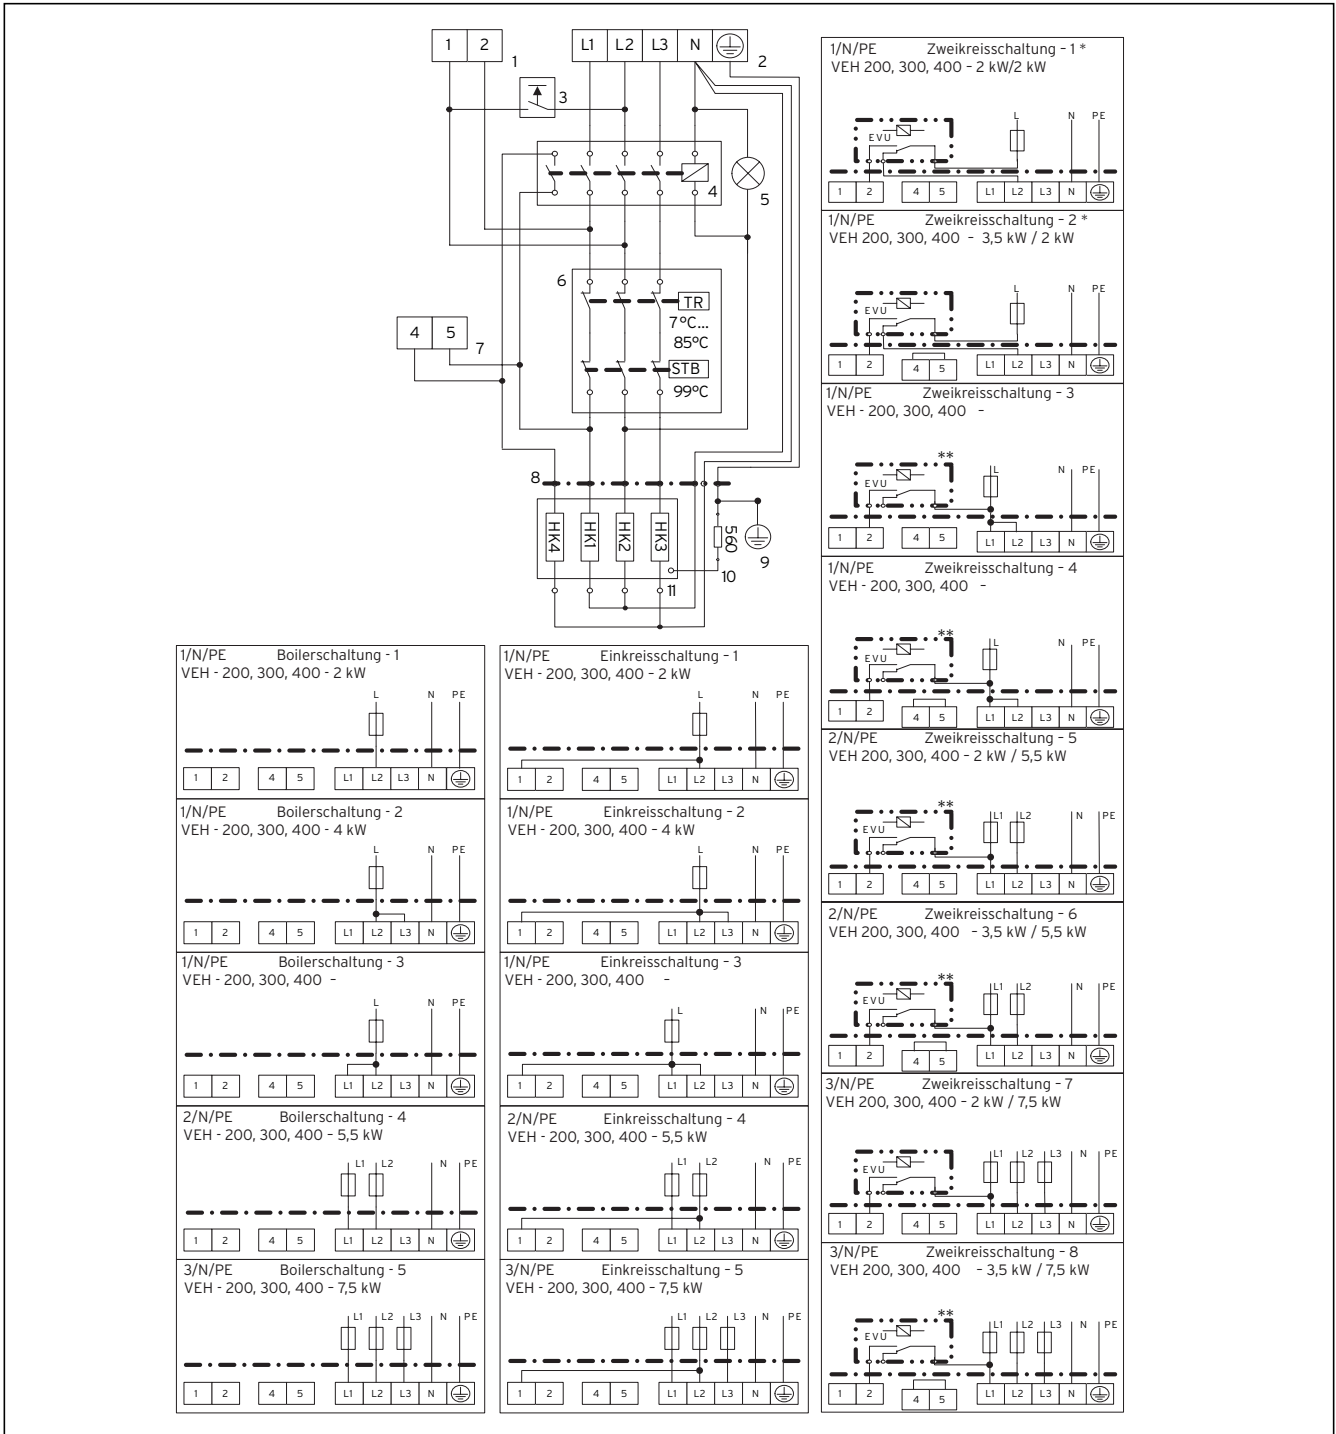
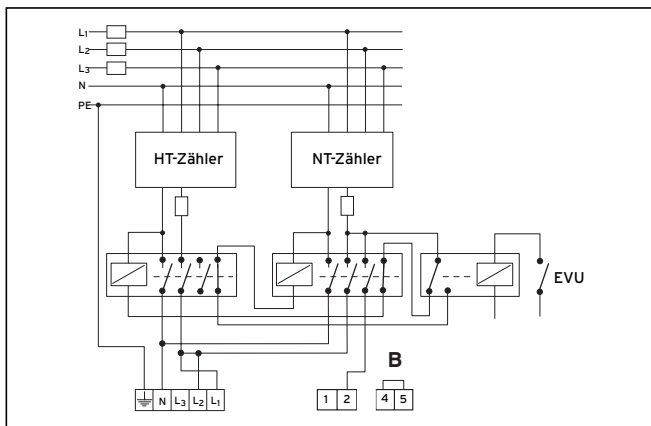
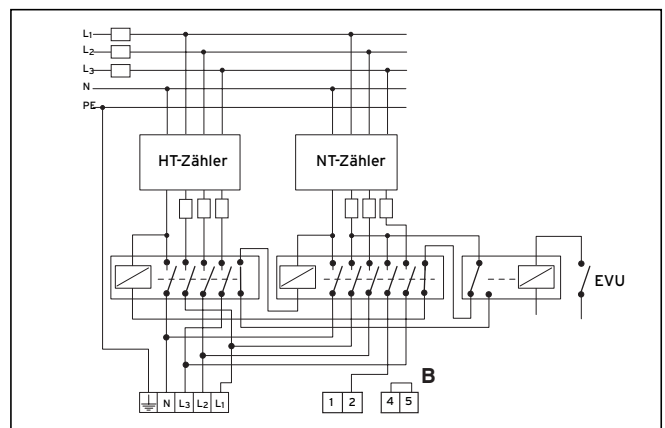

Abb. 8.1 Schaltschema Übersicht eIStOR
Abb. 8.2 Anschluss einphasig
Abb. 8.4 Anschluss dreiphasig
- Nehmen Sie die Anschlussverdrahtung für die in der Tabelle 8.1 angegebenen Leistungen entsprechend den zugehörigen Schaltschemata in Abb. 8.1 und den Abb. 8.2 bis Abb. 8.4 vor.
Beachten sie das Schaltschema (siehe Abb. 8.1). Für die Einkreisschaltung ist eine Brücke (1,5 mm²) zwischen L2 und Klemme 1 erforderlich. Für die Zweikreisschaltung setzen Sie das Steuerkabel an die Klemme 2. Bei Boilerschaltung werden keine Steuerleitungen benötigt.
Bei Zweikreisschaltung kann für Niedertarifschaltungen ein EVU-Kontakt entsprechend den Schaltschemata in den Abb. 8.2 bis 8.4 angeschlossen werden. Dies gewährleistet eine Einschaltung der Grundlast vom Energieversorgungsunternehmen.